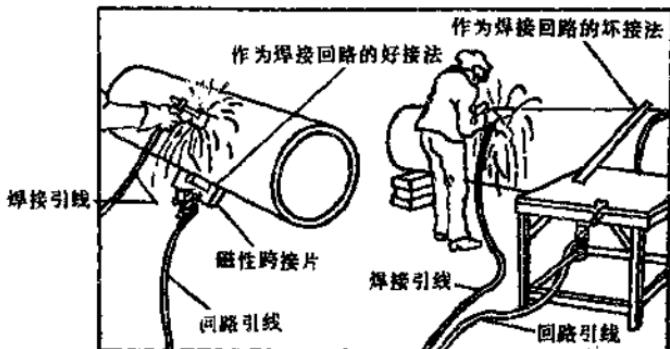

图 2-4 回路引线正确接法
(6) 严格禁止使用厂房的金属结构、管道、轨道或其他金属物体搭接起来作为导线使用。如图 2-4 所示，例如某厂焊工焊接金属结构时因地线太短，就把地线接到热风机